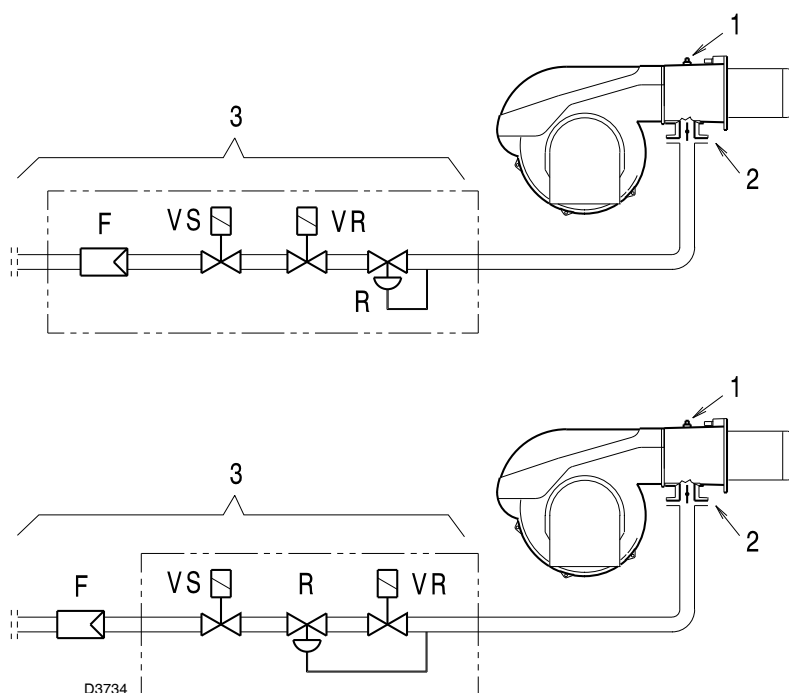

Abb. 40
Gasdruck gemessen an Anschluss 1)(Abb. 40), mit:
Strömungsverlust Gasdrossel 2)(Abb. 40) bei maximaler Öffnung: 90°.
Strömungsverlust Armatur 3)(Abb. 40) bestehend aus:
- vom Gasdruck an der Entnahmestelle 1)(Abb. 40) den Druck in der Brennkammer abziehen.
- Gasdruck an der Entnahmestelle 1)(Abb. 40) = 8 mbar
Zur Ermittlung des für den an der Entnahmestelle 1)(Abb. 40) erforderlichen Gasdrucks, nachdem die gewünschte Höchstleistung des Brenners festgelegt wurde:
- Rechts, unter der Spalte 1, den Druck an der Entnahmestelle 1)(Abb. 40) ablesen.
erforderlicher Druck an der Entnahmestelle 1)(Abb. 40).